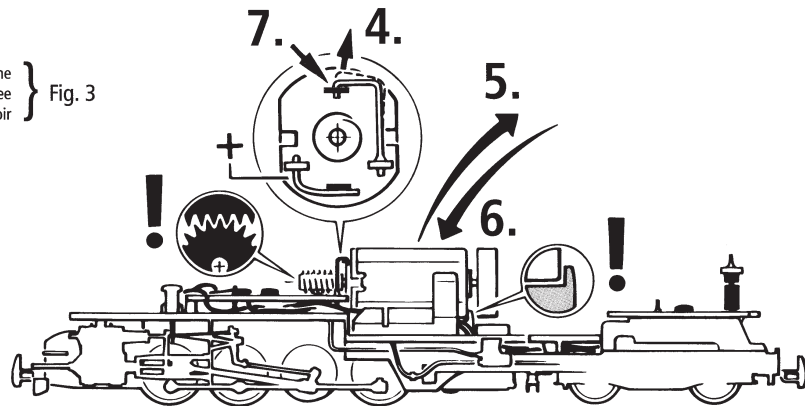

Fig. 7
Um einen optimalen Lauf der Lokomotive zu gewährleisten, bitten wir Sie, **vor erstmaliger Inbetriebnahme die Lager der Kuppelstangen zu ölen** (siehe Fig. 7).
2. Schmierung: Lokgehäuse abnehmen (Fig. 3). Versehen Sie die im Schmierplan in Fig. 7+8 gekennzeichneten Stellen mit nur **kleinen Öltropfen**. Dazu zuerst das Lokgehäuse abnehmen (Fig. 3). Wir empfehlen den ROCO **Öler Art.-Nr. 10906**. Fürs Schmieren der Getriebeteile (Zahnräder, Schnecke) empfehlen wir das **ROCO-Spezialfett Art.-Nr. 10905**. Im Falle der Schmierung diese Teile **nicht ölen**.
Before taking into service your model these bearings of the **coupling rods must be oiled** as otherwise there would be the risk of bad running qualities or damage on the locomotive (see fig. 7).
2. Lubrication: First remove loco body (fig. 3) Apply **tiny oil drops** to spots marked in fig. 7+8. Prior to lubrication dismantle locomotive (fig. 3). We recommend using item no. **10906, ROCO oiler**. For lubrication the gearparts (e.g. cogwheels, worm) we would recommend our ROCO **special grease** (item no. **10905**).
Veuillez huiler légèrement les paliers de l'emballage de votre locomotive avant sa première mise en service sinon il y a risque de mauvaises qualités de marche ou même de dommages au mécanisme moteur de la machine (voir fig. 7).
2. Graissage: Démontez la caisse (voir fig. 3). N'appliquez **qu'une tout petite goutte** aux endroits indiqués par le plan de graissage (fig. 7+8) après avoir démonté la caisse de la locomotive (fig. 3). Nous vous recommandons **le graisseur à huile ROCO réf. 10906**. Pour graisser les engrenages (roues dentées, vis sans fin) nous vous conseillons la **graisse spéciale ROCO réf. 10905** pour engrenages en matières synthétiques. Lorsque vous utilisez cette graisse il faut éviter d'huiler ces composants.